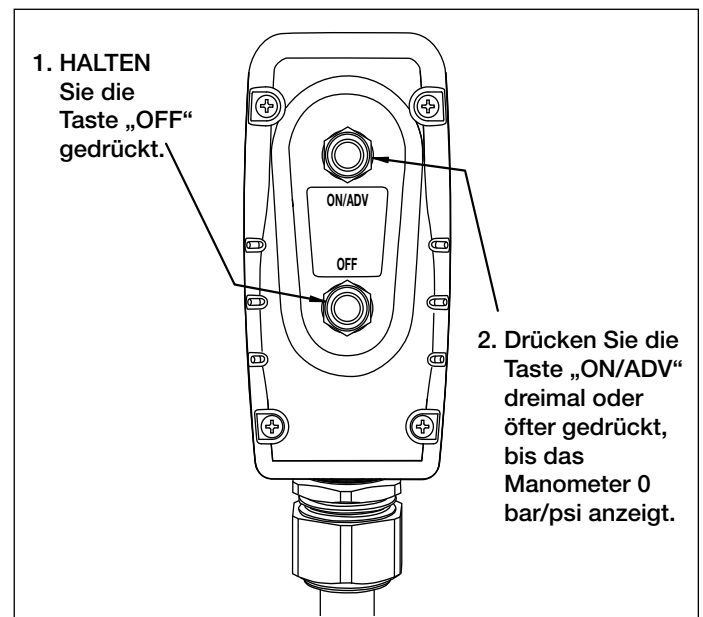

Abb. 9, Verringern des Drucks
- Halten Sie die Taste „OFF“ gedrückt. Siehe Abb. 9.